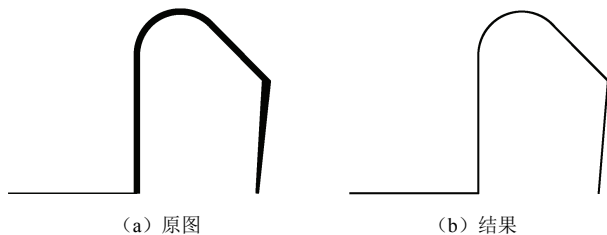

图 4-41 分解示例
**【例 4.24】** 打开“图 3-17.dwg”如图 4-41 (a) 所示, 将该多段线分解, 如图 4-41 (b) 所示。